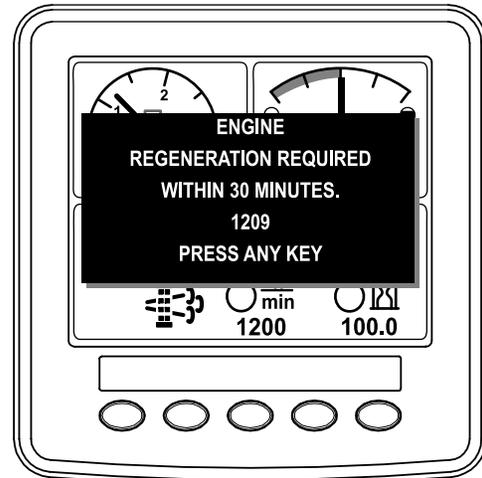

Figura 63
- Se ignorerete la richiesta di rigenerazione da fermi visualizzata sull'InfoCenter e continuerete ad utilizzare la macchina (Figura 63), una quantità critica di particolato si accumulerà nel DPF.